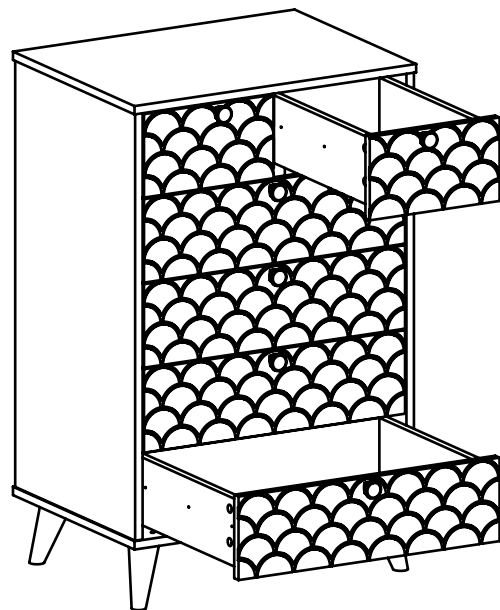

Рис.10
8. Установите ящики в корпус тумбы (Рис. 10).